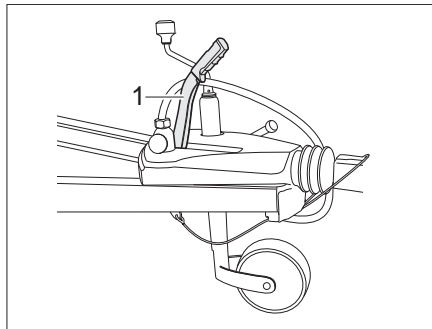

Bild 13 Parkeringsbromsen
- Lossa parkeringsbromsen: dra bromsspaken (Bild 13,1) uppåt och sänk sedan ner den.